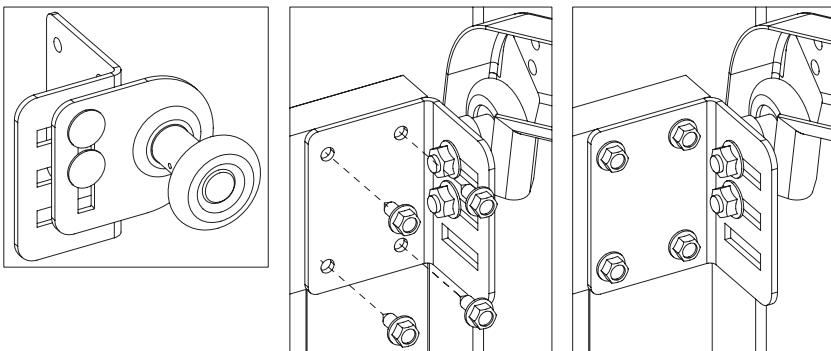

Рис. 29.1
- На рис.29.1 показана установка верхнего кронштейна на воротах с ручным управлением.
- на воротах с ручным управлением ходовой ролик должен прилегать к профильной части переднего направляющего профиля (рис. 29.1);